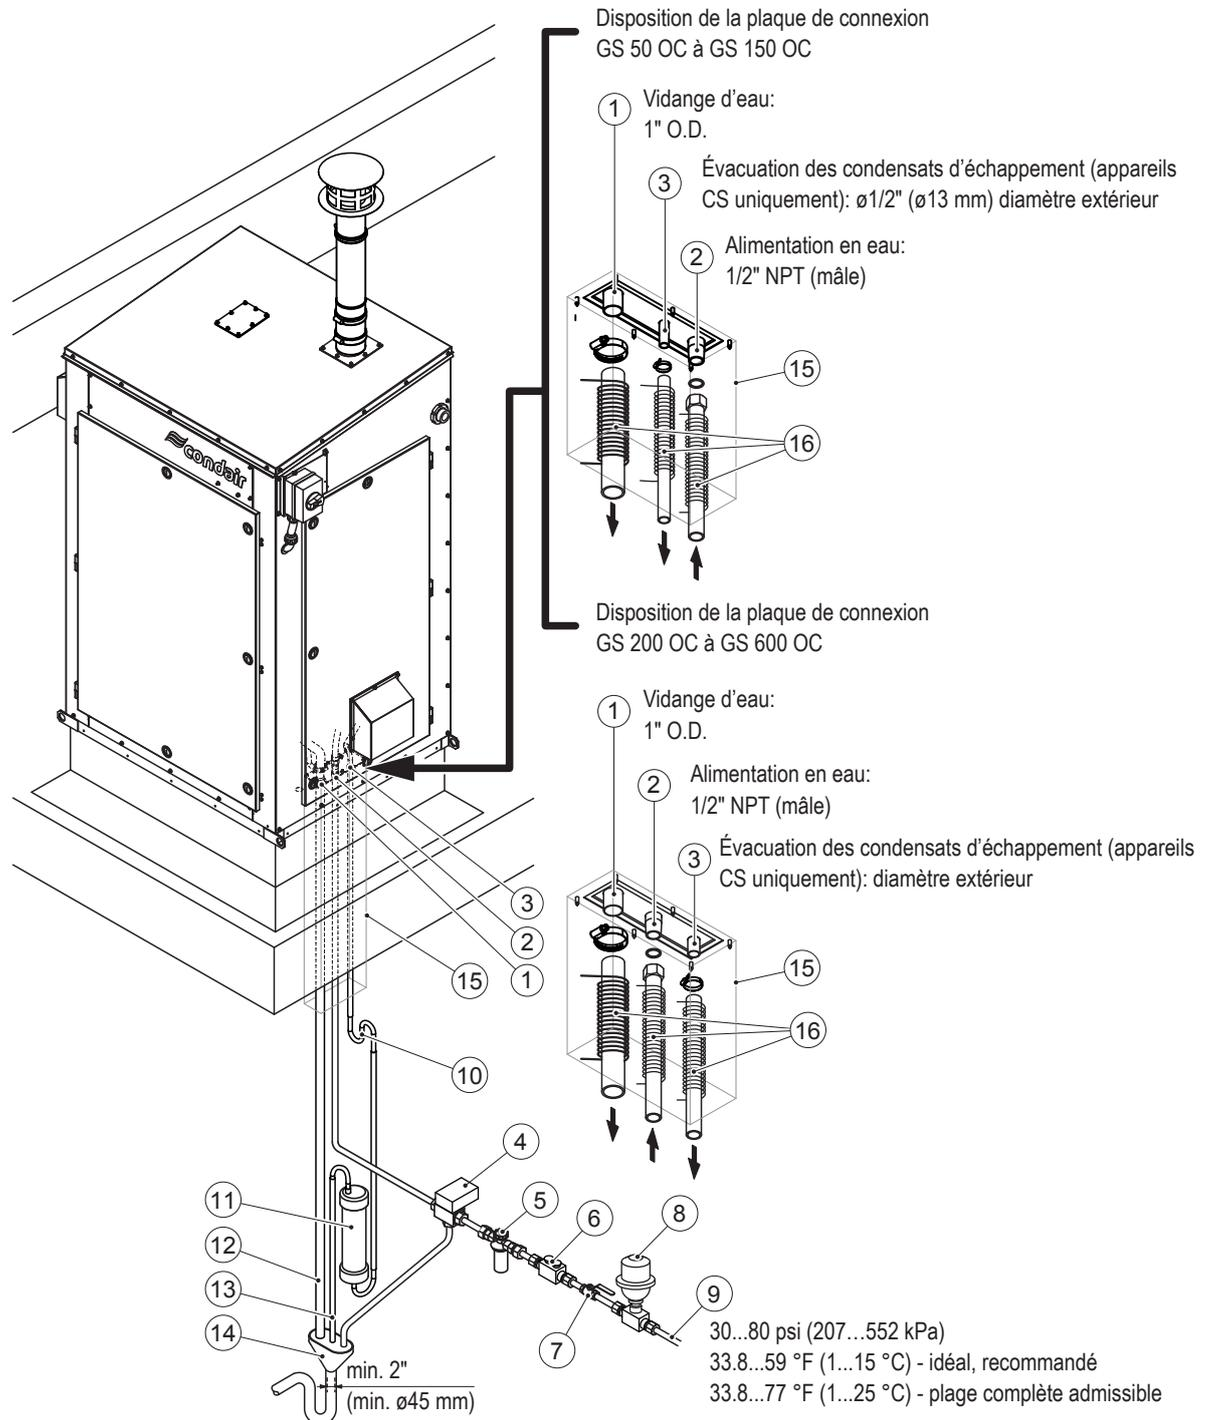

Fig. 12: Vue d'ensemble de l'installation de la conduite d'eau (appareil Condair GS 150 CS illustré)
La conduite d'eau doit être installée conformément à la Fig. 12, aux consignes d'installation de la conduite d'eau de la Section 5.7.2 et aux codes locaux applicables à l'installation des conduites d'eau.
La conduite d'alimentation en eau doit être installée conformément à la Fig. 12 à la page 39 et aux codes de plomberie locaux applicables.
La conduite de vidange de l'eau doit être installée conformément à la Fig. 12 à la page 39 et aux codes de plomberie locaux applicables.
La conduite d'évacuation des condensats des gaz de combustion doit être installée conformément à la Fig. 12 à la page 39 et aux codes de plomberie locaux applicables.
- Raccordez une conduite d'évacuation des condensats des gaz de combustion (modèles CS/NX uniquement) au raccord correspondant de la plaque de raccordement de la base de l'appareil et fixez-la à l'aide d'un collier de serrage – voir la Fig. 12 à la page 39. Le tuyau doit être prévu pour une température de 100 °C (212 °F).